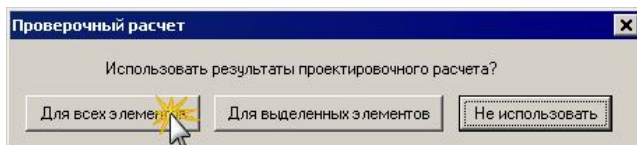

Рис. 8.43. Использование результатов проективного расчета
1. Переключится в тип расчета **Проверочный**. На вопрос использования результатов расчета нажмите **Для всех элементов** (рис. 8.43).
1. Переключится в тип расчета **Проверочный**. На вопрос использования результатов расчета нажмите **Для всех элементов** (см. рис. 8.43).
Если по каким-либо причинам армирование, предлагаемое проектировочным расчетом, не удовлетворяет требованиям конструктора, можно выполнить проверку заданного армирования в режиме проверочного расчета. Для этого нужно переключиться в тип расчета **Проверочный**. На вопрос использования результатов расчета нажмите **Для всех элементов** (см. рис. 8.43).